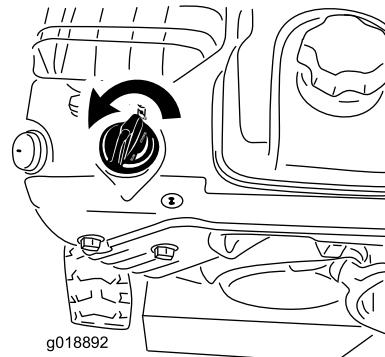

Figura 24
5. Girate lo starter in posizione Starter (Figura 24).